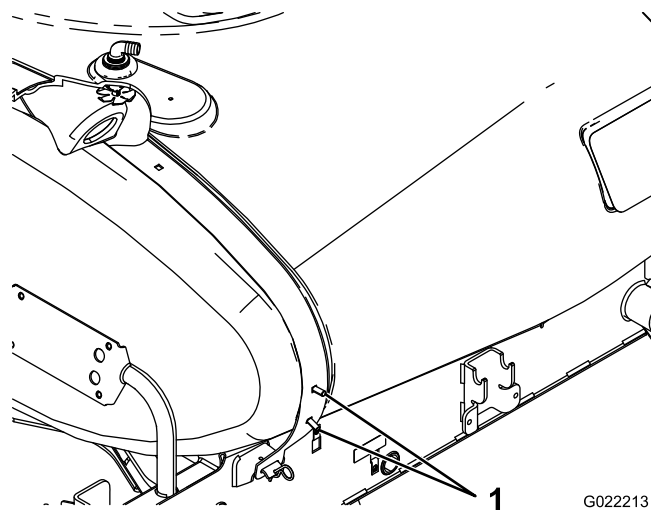

Figura 8
2. Montate 2 bulloni a testa tonda nei fori inferiori sul lato destro della fascia di fissaggio del serbatoio posteriore, inserendoli dal lato interno della fascia (Figura 8).